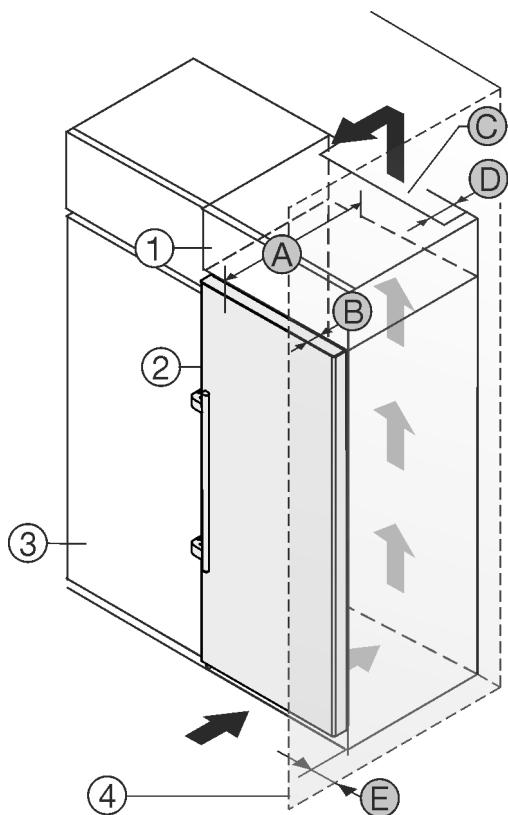

Fig. 30
此冰箱可安装在厨柜内。为了使冰箱 Fig. 30 (2) 与橱柜高度一致，可在冰箱上面放置一个附加柜 Fig. 30 (1)。
如果冰箱直接安放在橱柜 Fig. 30 (3) 旁边，至少需要与冰箱保持 5cm 的距离。为了能完全打开门，冰箱必须凸出橱柜正面一定深度 Fig. 30 (B)。根据橱柜的深度，使用壁距调整垫片可以使冰箱更为凸出。
- 在附加柜背面必须有一个竖风道，其深度 Fig. 30 (D) 应超过整个附加柜宽度。
- 盖板下必须保有通风横截面 Fig. 30 (C)。
如果将带铰链的冰箱放置在墙壁 Fig. 30 (4) 边，冰箱和墙壁必须保有距离 Fig. 30 (E)。这取决于冰箱门打开时把手与墙壁的距离。